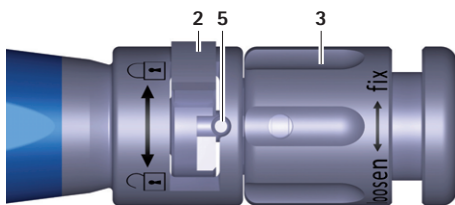

Fig. 4 Gros plan de l'instrument d'insertion, implant d'essai/implant serré
- Tourner l'écrou de serrage **3** sur l'instrument d'insertion **A** dans le sens des aiguilles d'une montre (sens "fix") jusqu'à ce que l'implant d'essai soit serré, voir Fig. 4.
- Tourner l'écrou de serrage **3** sur l'instrument d'insertion **A** dans le sens des aiguilles d'une montre (sens "fix") jusqu'à ce que l'implant soit serré, voir Fig. 4.